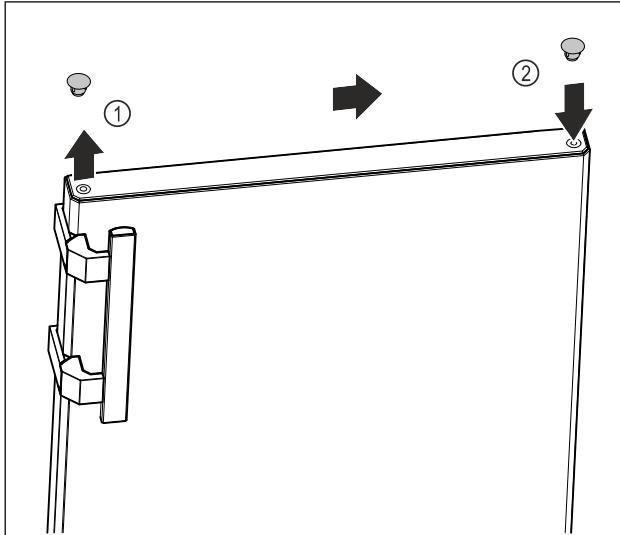

Fig. 17
- ▶ Abdeckstopfen der Türoberseite Fig. 17 (1) vorsichtig mit Schlitzschraubendreher anheben.
- ▶ Abdeckstopfen auf der Gegenseite einsetzen. Fig. 17 (2)